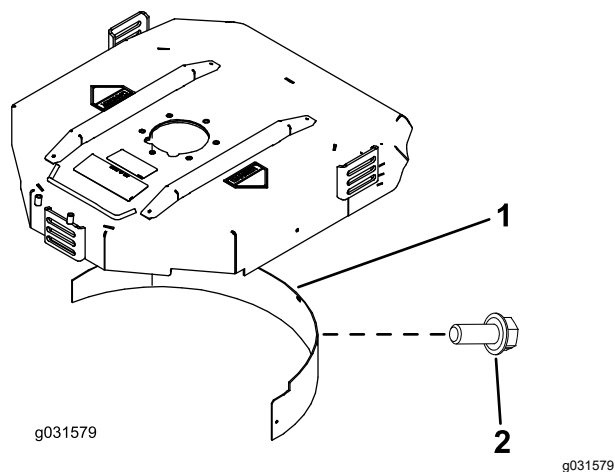

Figure 16
2. Montez le déflecteur de déchiquetage dans l'ouverture arrière et fixez-le avec 5 boulons à embase (Figure 16).